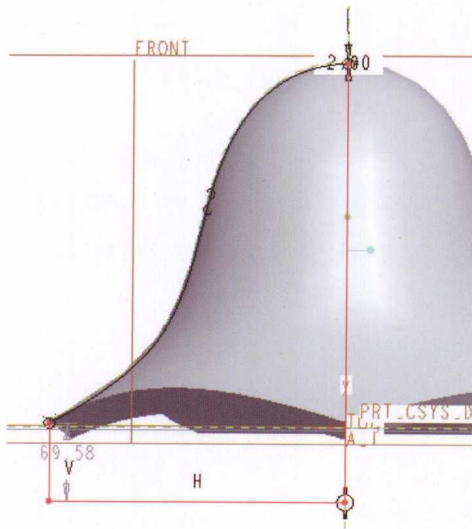

图1-23
(16) 补充绘制完草图，将其封闭，再绘制几何中心线，最后确定退出草绘并退出旋转设置（图1-23）。